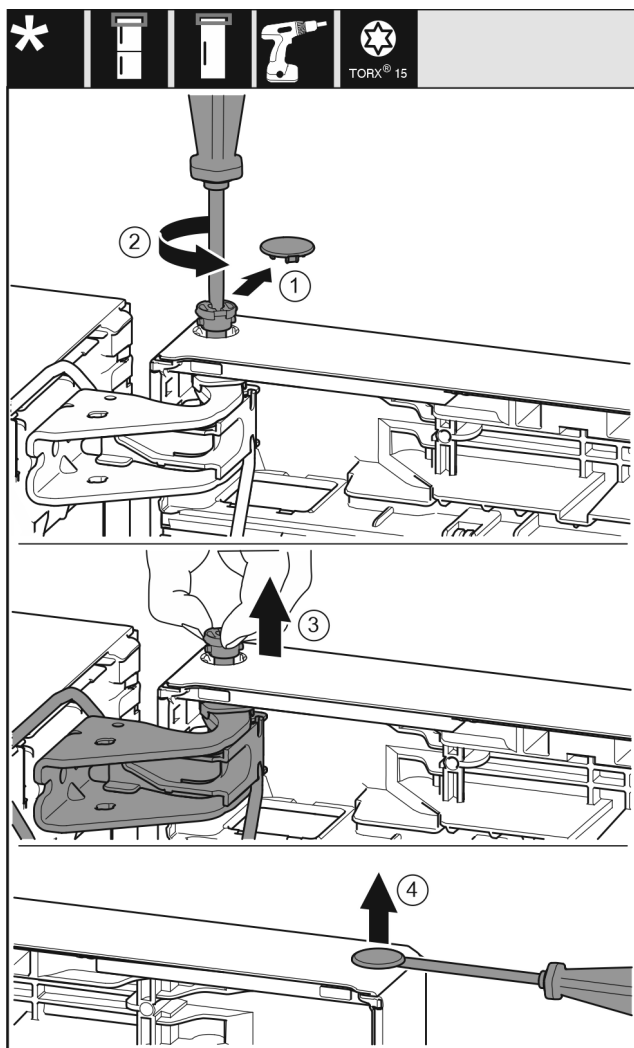

Fig. 22
- ▶ Ta försiktigt av blindlocket. Fig. 22 (1)
- ▶ Skruva ut bulten en bit med torxskruvmejsel T15. Fig. 22 (2)
- ▶ Håll fast dörren och dra ut bulten med fingrarna. Fig. 22 (3)
- ▶ Bänd försiktigt upp pluggarna från dörlagerbusningen med en spårskruvmejsel och dra ut dem. Fig. 22 (4)